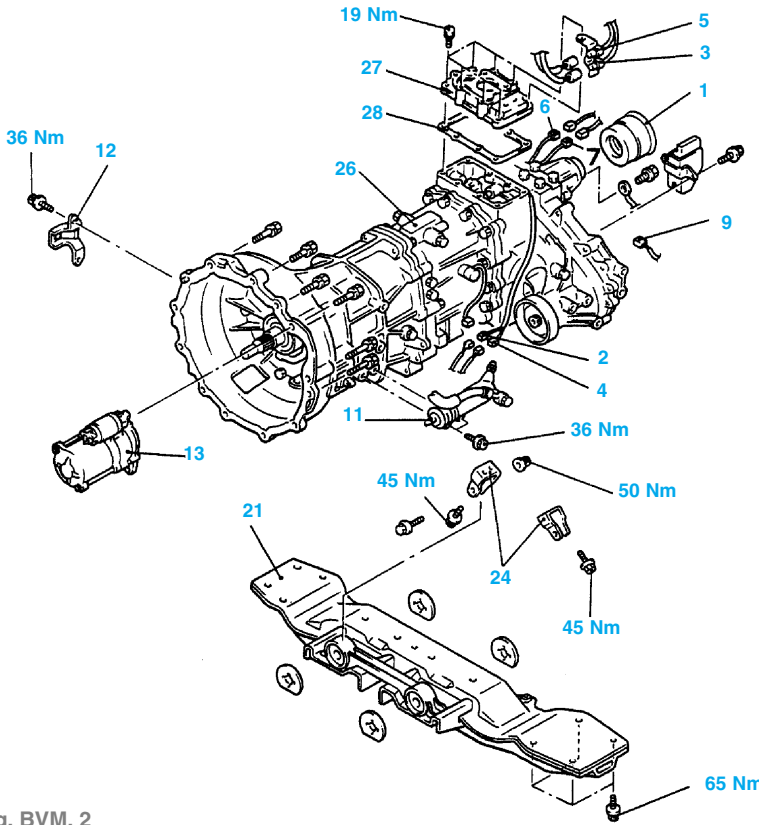

fig. BVM. 2
- Procéder à la dépose dans l'ordre suivant (fig. BVM. 2) :